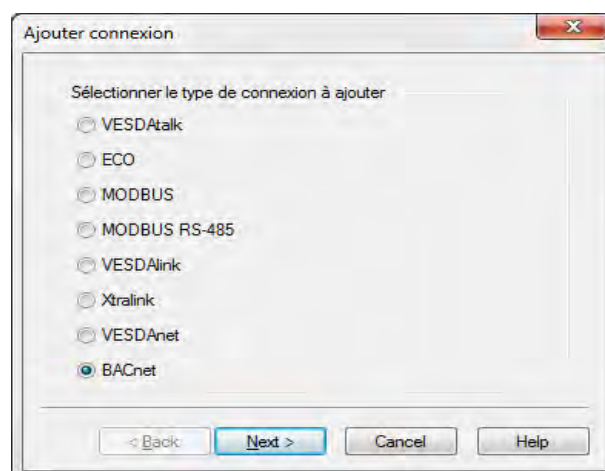

Figure 5-2: Ajouter connexion
3. Sélectionnez BACnet dans la boîte de dialogue Ajouter connexion (Figure 5-2).
2. Sélectionnez BACnet dans la boîte de dialogue Ajouter connexion (Figure 5-2).
2. Sélectionnez VESDAnet dans la boîte de dialogue Ajouter connexion (Figure 5-2).